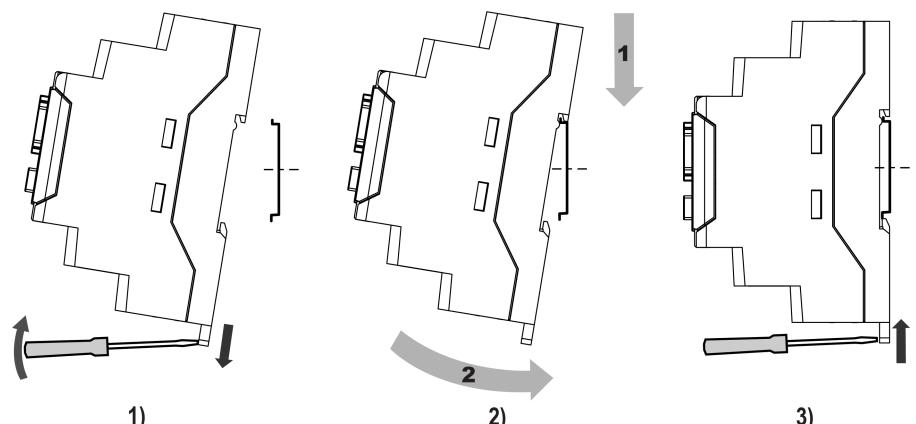

Рисунок 5.2 – Монтаж прибора
- Вставив отвертку в проушину, оттянуть защелку (см. рисунок 5.2, 1). Установить прибор на DIN-рейку.
- Прижать прибор к DIN-рейке (см. рисунок 5.2, 2, стрелки 1 и 2). Отверткой вернуть защелку в исходное положение.